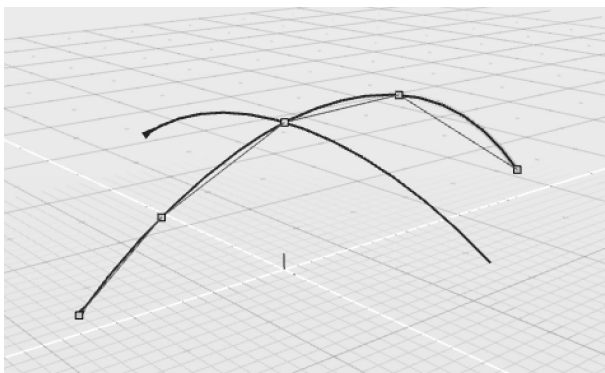

图 3-31 使用元曲线创建相交曲线
2) 使用元曲线工具，在透视图图中绘制一条元曲线。在绘制与 NURBS 曲线相交的控制点时，使用“捕捉曲线”工具，此时可绘制出两条相交的曲线，如图 3-31 所示。